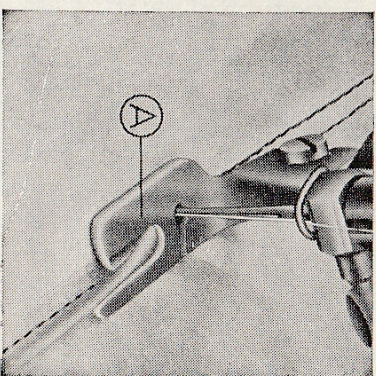

Fig. 12
Om twee stukken stof stevig aan elkaar te hechten, gebruikt men het overnaaivoetje (A, fig. 12), verder volgt men de aanduidingen zoals bij het recht naaien en handelt men als volgt:
- Eens dit werk gedaan, het naaiwerk wegnemen en de beide stukken openplooiën, zodat het oorspronkelijke bovenste stuk aan de linker kant ligt; met de nagel de gevormde plooi gladstrijken, neerslaan en deze plooi (fig. 12) naaien zoals de franje.